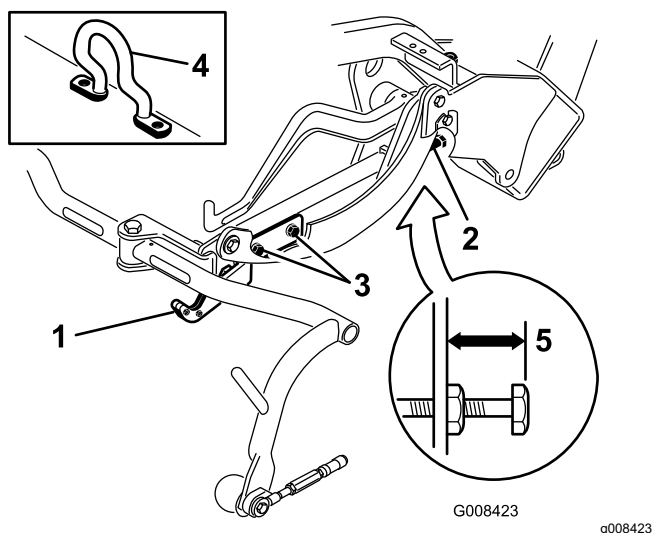
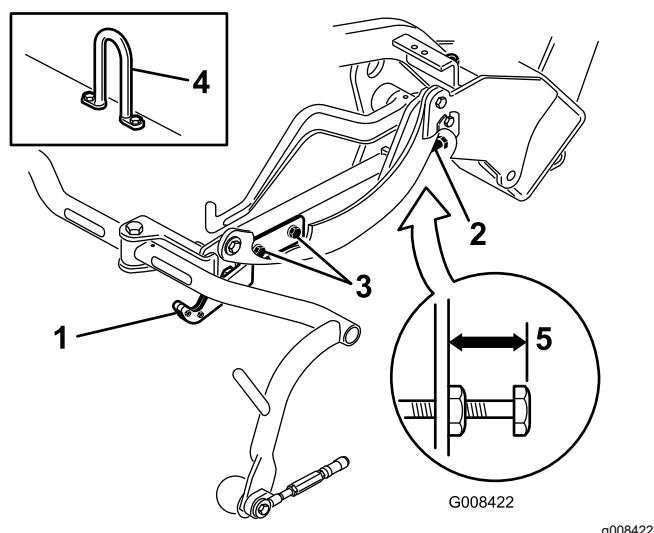
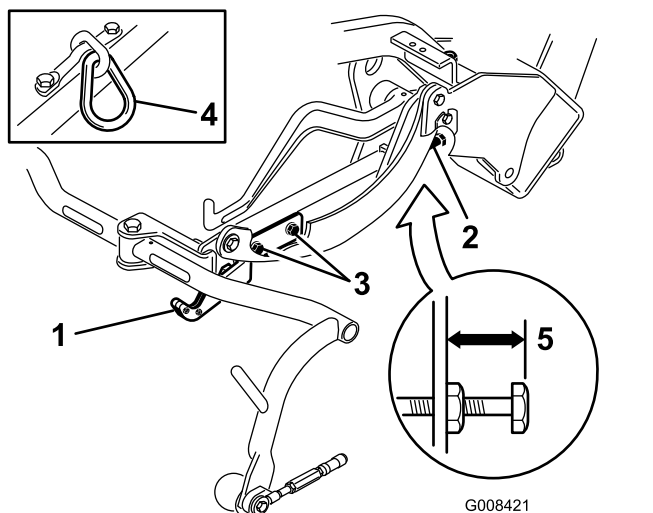

Bild 10
Bild 12
Bild 11
Prüfen Sie die Transporthöhe (Bild 11 und Bild 12) und stellen Sie diese ggf. ein.
2. An Schneideinheiten, die einen Versatzhubhaben (Bild 10, Einsatz) müssen Sie darauf achten, dass der Abstand von der Oberkante der Einstellschraube am Trägerrahmen bis zur Rückseite des Trägerrahmens 25 mm beträgt. Sollte der Abstand nicht 25 mm sein, gehen Sie auf Schritt 4.
3. An Schneideinheiten, die ein Kettenglied oder einen geraden Hubhaken haben (**Bild 11** und **Bild 12**, Einsätze) müssen Sie darauf achten, dass der Abstand von der Oberkante der Einstellschraube am Trägersrahmen bis zur Rückseite des Trägersrahmens 22 mm beträgt. Sollte der Abstand nicht 22 mm sein, gehen Sie auf Schritt 4. Wenn die Schneideinheit mit einem Versatzhublenker (**Bild 10**) ausgestattet ist, gehen Sie auf den nächsten Schritt.
4. Lockern Sie die Befestigungsschrauben an der Transportplatte (**Bild 11**, **Bild 12** und **Bild 10**).
7. Wenn die Trägersrahmen nicht dieselbe Höhe aufweisen, lösen Sie die Klemmmutter an der Einstellschraube des Trägersrahmens (**Bild 10**, **Bild 11** und **Bild 12**). Drehen Sie die Schraube raus, um den Trägersrahmen anzuheben, oder drehen Sie die Schraube rein, um ihn abzusenken. Ziehen Sie die Klemmmutter wieder an, nachdem Sie die korrekte Höhe eingestellt haben.